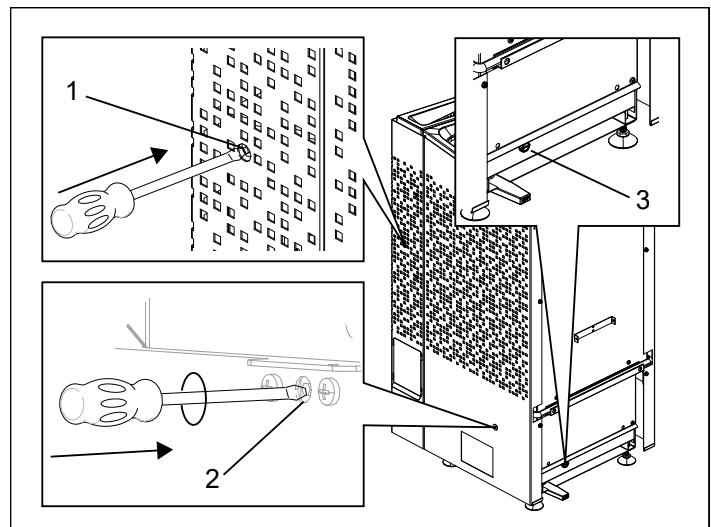

Fig 9: Återställning av temperaturskydden samt placering av glassäkring
- **Vattentank** - Temperaturskyddet i vattentanken är till för att skydda rörelementet vid torrkokning. På aggregatets vänstra sida (sett framifrån) finns ett hål, stick in en penna/mejsel för att komma åt återställningsknappen (se Fig 9). Om skyddet har löst ut så känns knappen stum och ett "klick" hörs vid återställning. Har inte skyddet löst ut samt efter återställning så fjädrar knappen.
- **Aggregat** - Temperaturskyddet i aggregatet är till för att skydda komponenter, rörelement samt tråvirke i bastun från överhetning. På aggregatets vänstra sida (sett framifrån) finns ett hål, stick in en pinne för att komma åt återställningsknappen (se Fig 9). Om skyddet har löst ut så känns knappen stum och ett "klick" hörs vid återställning. Har inte skyddet löst ut samt efter återställning så fjädrar knappen.
| Lampor i bastun tänds inte när jag trycker på manöverpanelen.  | <ol style="list-style-type: none"> <li>1. Intern glassäkring i aggregatet har gått sönder?</li> <li>2. Är belysning kopplad via aggregatet?</li> <li>3. Internt fel på kretskort i aggregatet?</li> </ol>   | <ol style="list-style-type: none"> <li>1. Stäng av huvudströmbrytaren på aggregat och byt glassäkring, se fig 9.</li> <li>2. Verifiera med behörig elektriker som utfört installationen av aggregatet/belysningen.</li> <li>3. Krävs behörig elektriker för felsökning.</li> </ol>  |